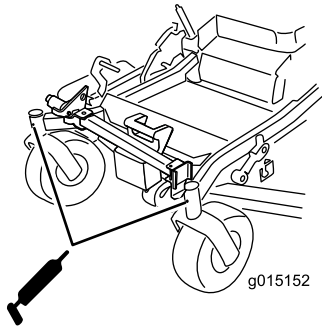

Figura 48
10. Retire el adaptador de engrase del punto de engrase. Instale el tapón hexagonal y la tapa (Figura 48).